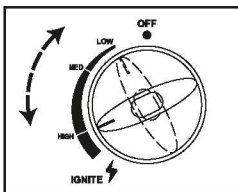

Рис. 12
- Для изменения интенсивности пламени поверните ручку переключателя в направлении HIGH (сильнее) или LOW (слабее) (смотрите рис.12).